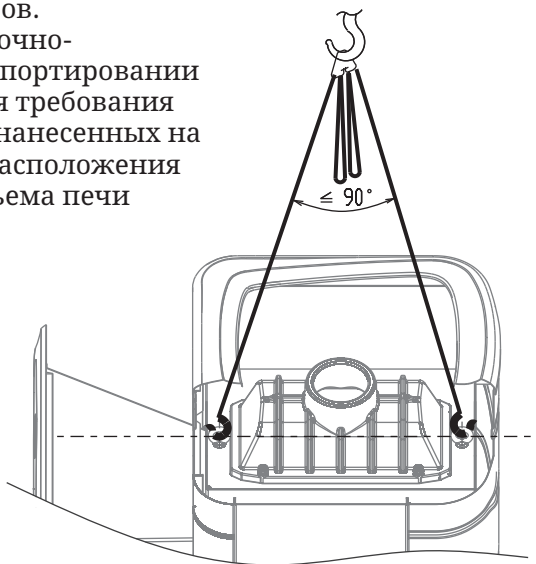

Рисунок 11. Место расположения канатов или цепей для подъема печи
*Внимание! Для транспортирования печи кольца рымгайек необходимо расположить параллельно продольному сечению печи (рисунок 11).*